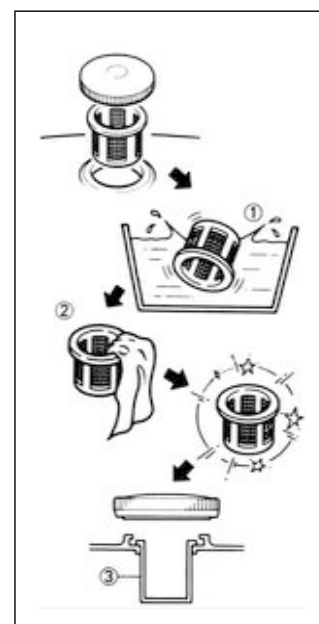

Рисунок 15 – Очистка фильтра топливного бака
3.4.7 ОЧИСТКА ФИЛЬТРА ТОПЛИВНОГО БАКА (РИС.15)
- Промойте фильтр растворителем (1).
- Установите на место (3).